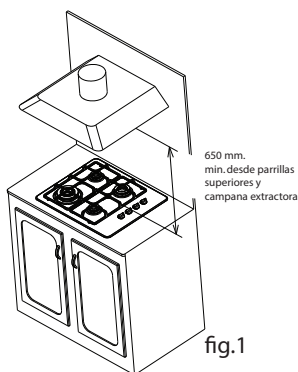

fig.1
- 3.-Con respecto a campanas extractoras, la distancia mínima debe ser de 650mm, (ver fig.1) entre la parte inferior de la campana y las parrillas superiores. La campana extractora debe ser tan ancha como el artefacto y el centro de la misma.